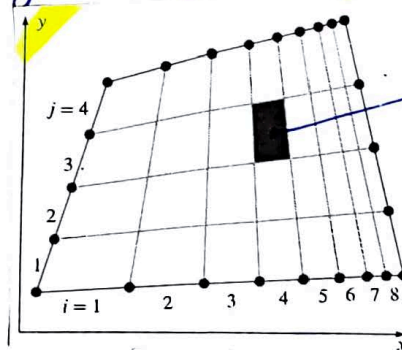

Fig. 1.7: Maillage structuré [3]
- Une grille (maillage) structurée est constituée de cellules planes à quatre arêtes (2-D) ou de cellules volumétriques à six faces (3-D). Une illustration d'une grille structurée 2-D est présentée à la figure 1.7.